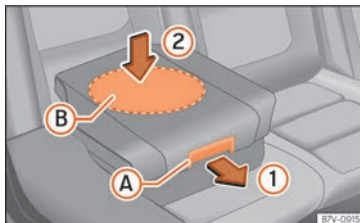

Abb. 99 Integrierter Kindersitz: Sitzpolster zurückklappen.
- Sitzpolster am Entriegelungshebel »» Abb. 99 (A) in Pfeilrichtung (1) nach vorn ziehen.
- Sitzpolster im mittleren Bereich (B) in Pfeilrichtung (2) nach unten drücken, damit es sicher einrasten kann »» (1). Die Seitenhalter klappen automatisch ein.
Beim Zurückklappen des integrierten Kindersitzes nur in der Mitte auf das Sitzpolster drücken »» Abb. 99 (2). Andernfalls kann sich das Sitzpolster verkannten und nicht sicher einrasten.